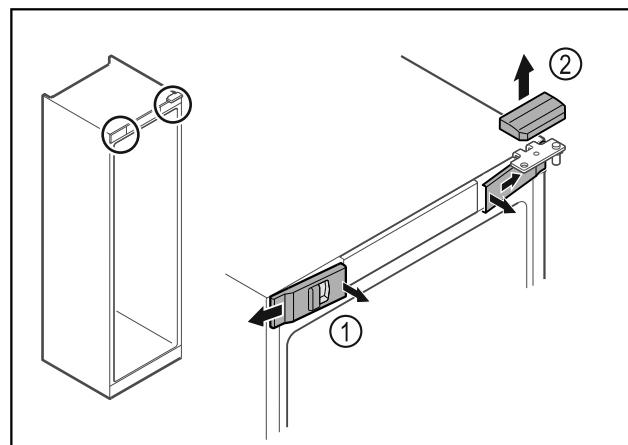

Fig. 16
- Звільніть передні кришки Fig. 16 (1) всередині від фікатора та поверніть убік.
- Зніміть верхню кришку Fig. 16 (2) вгору.